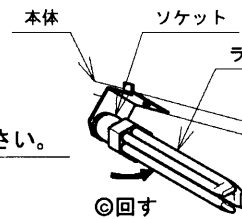

図2
- ②ランプをソケットから図2、3の手順で外してください。
- ③ランプ口金部を持って左側へ約15°回してください。（図2⑤参照）